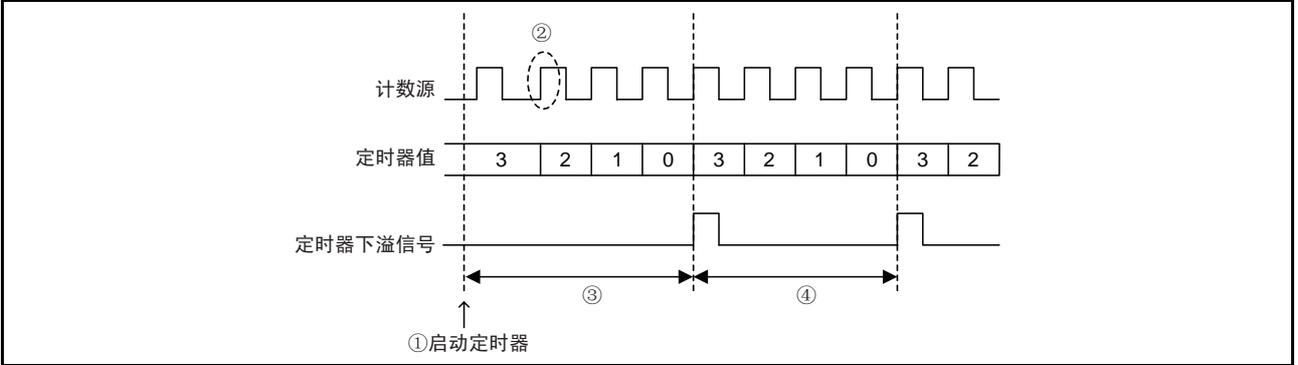

图 36 定时器的计数开始时序和开始运行时的计数时间 2
定时器 2、LC 从开始运行（图 36 ①）后的计数源的初次下降后的上升沿（图 36 ②）开始计数。
根据定时器和计数源的开始运行时序，从开始计数到初次下溢之间的时间（图 36 ③）与以后下溢之间的期间不同。